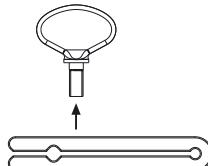

Fig. 7
- Desmontar o dispositivo de extração, ver Fig. 7.